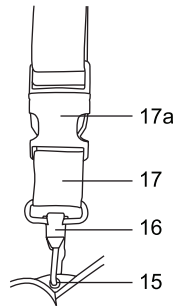

Fig. 5
1. Coloque o arnês (17) sobre um dos ombros.
2. Prenda o clipe (16) do arnês (17) no orifício para pendurar (15) do lado superior da unidade do motor. (Fig. 5)